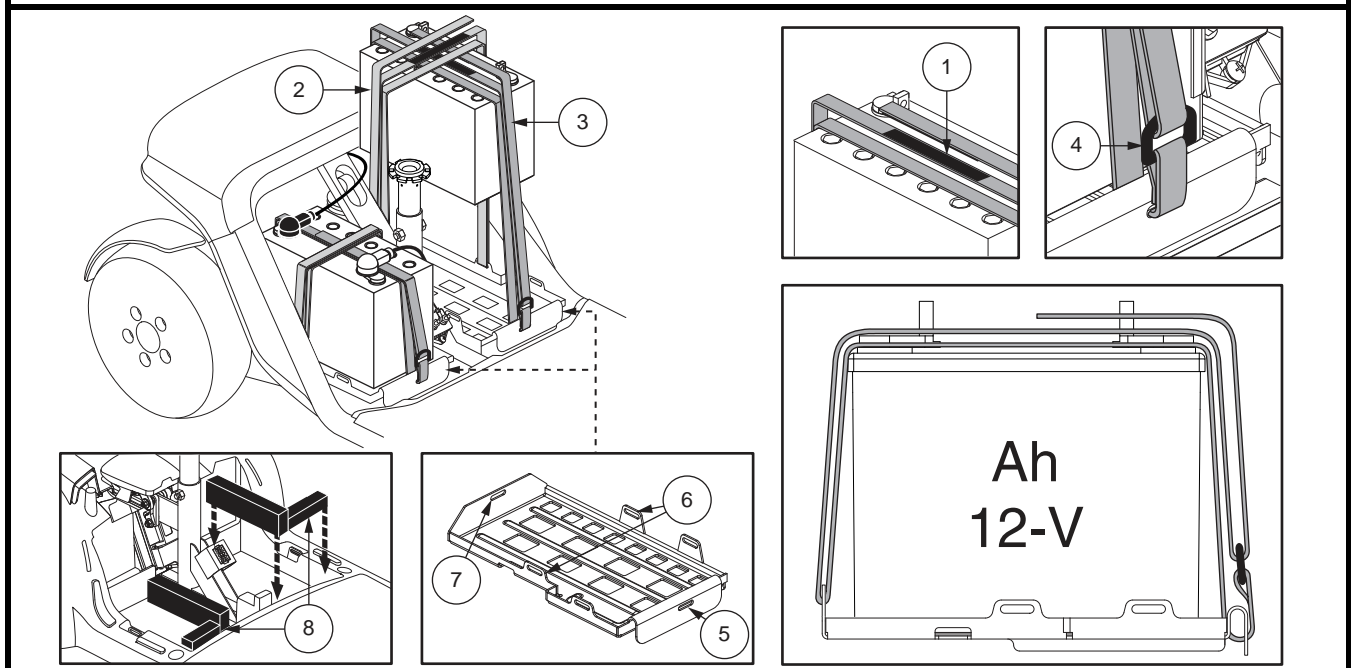

Figura 16. Amarre de baterías para los modelos 614 y 714.
**NOTA:** Algunos scooters tienen espaciadores instalados para asegurar las baterías. Usted puede remover los espaciadores para guardarlos seguros hasta que las baterías sean reemplazadas en el scooter. Ver figura 16.
**NOTA:** Los modelos 614 y 714 usan cinchas para batería para fijar las baterías a los espacios destinados a las baterías. Por favor, vea la figura 16 para conocer los procedimientos de instalación de cinchas de batería.